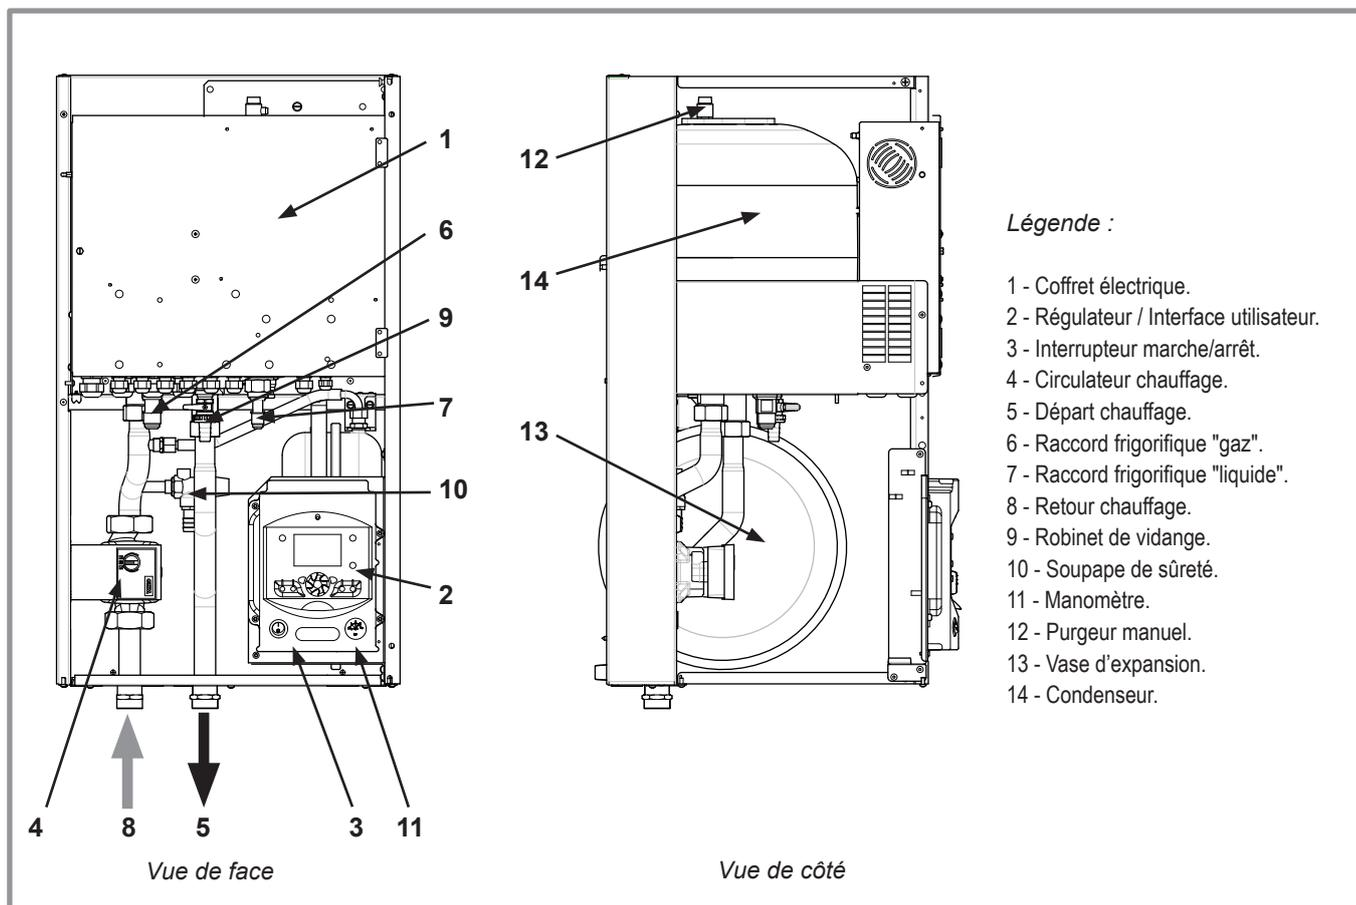

figure 10 - Organes du module hydraulique
- Dans le condenseur (repère 14, figure 10, page 11) : L'énergie du fluide frigorigène est transmise au circuit de chauffage. Le fluide frigorigène reprend son état liquide.